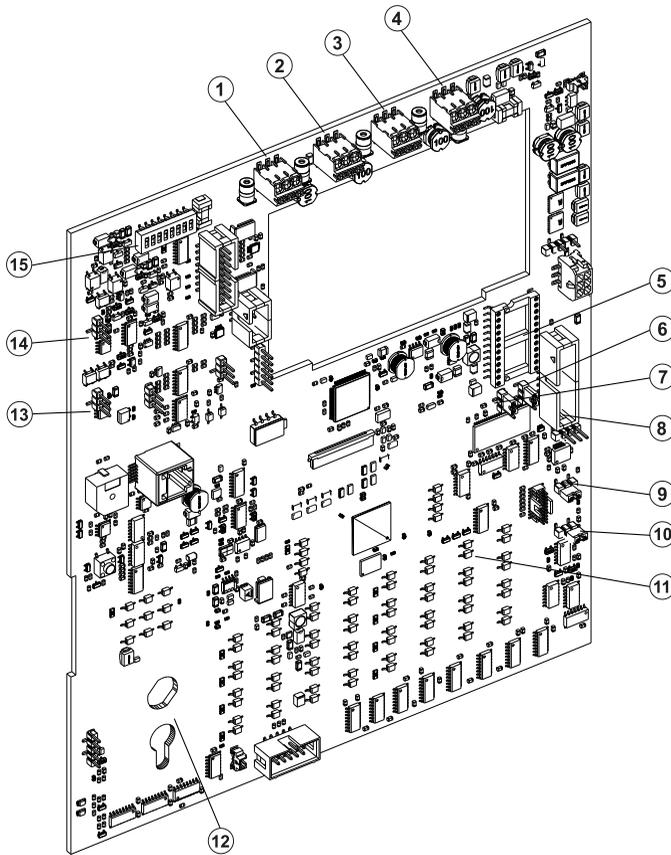

Fig. 2: CUI - Colour User Interface (interfaz de usuario en color) (557.202.919)
- 11 Ajuste la dirección y la velocidad de transmisión utilizando el conmutador DIP S1 del repetidor CUI. Ajuste la velocidad de transmisión siguiendo la Tabla 3. Realice el ajuste de dirección siguiendo la Tabla 2. Para la dirección, ponga el conmutador en APAGADO para el binario 0, o ENCENDIDO para el binario 1. El conmutador DIP S1 se encuentra en el lado superior izquierdo, consulte los elementos 1 a 4 en la Fig. 2. Puede utilizar un destornillador de pequeño tamaño para mover los conmutadores.